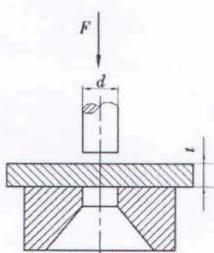

图 2
2. 冲床冲压钢板如图2所示。已知钢板厚度为  $t$ ，冲头直径为  $d$ ，则钢板的切应力  $\tau = \underline{(2)}$ ，挤压应力  $\sigma_{bs} = \underline{(3)}$ 。